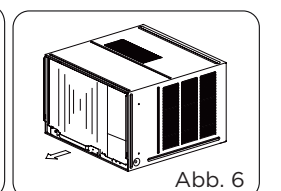

Abb. 6
- Fassen Sie den Griff am Gehäuse und schieben Sie die Klimaanlage vorsichtig aus dem Gehäuse. (siehe Abb. 6)
3. Fassen Sie den Griff am Gehäuse und schieben Sie die Klimaanlage vorsichtig aus dem Gehäuse. (siehe Abb. 6)